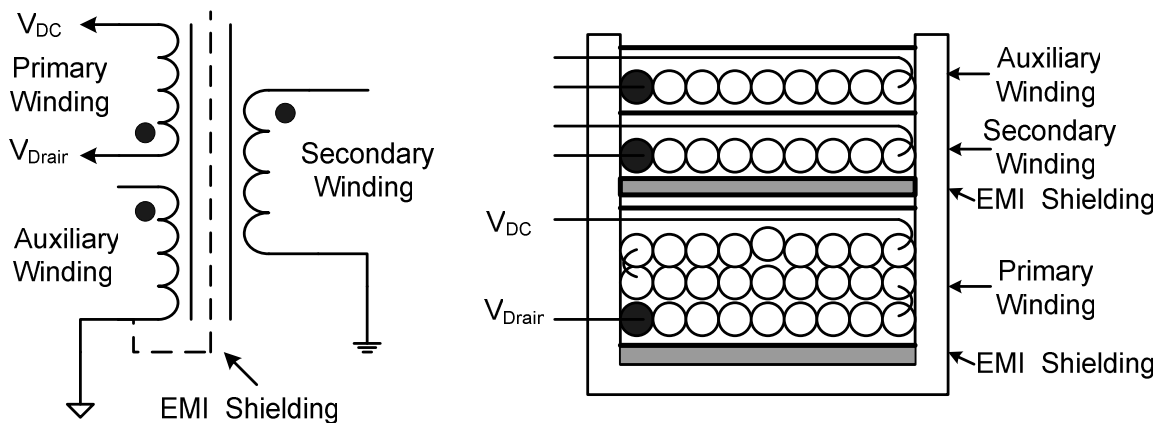

图 7 变压器构造
1. 辅助绕组和次级绕组如图 7 示，必须密绕且绕满绕平，以获得良好的耦合；